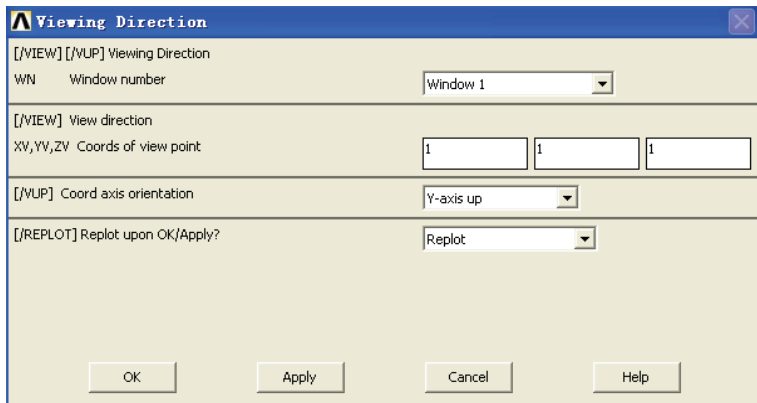

图 5-26 视图显示方向设置对话框
5) 选择 Utility Menu | PlotCtrls | View Settings | Viewing Direction 命令，出现 Viewing Direction 对话框，参照图 5-26 对其进行设置，单击 OK 按钮关闭该对话框。